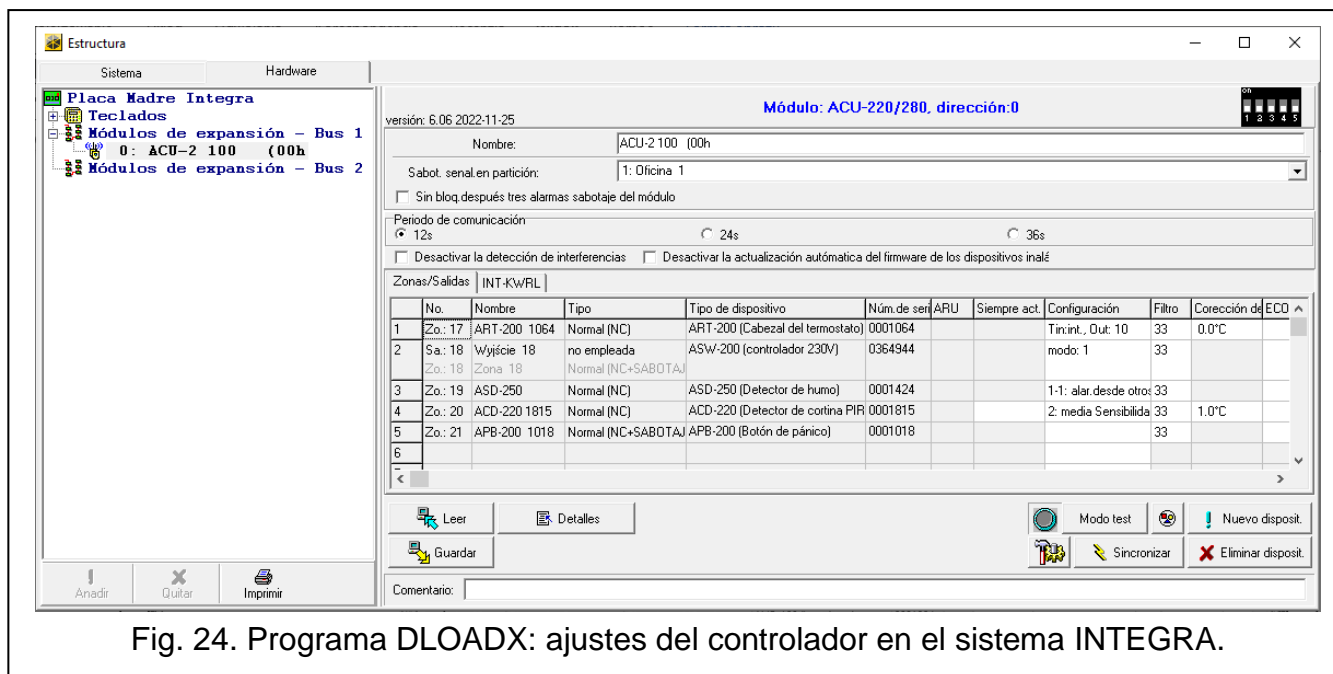

Fig. 24. Programa DLOADX: ajustes del controlador en el sistema INTEGRA.
- programa DLOADX: ventana «Estructura» ► pestaña «Equipos» ► rama «Módulos de expansión» ► [nombre del controlador] (fig. 24).